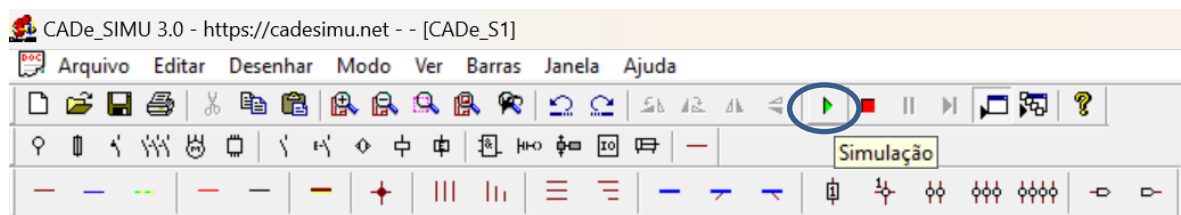

Figura 30 – Simulação
16) O último passo é iniciar a simulação (Figura 30).